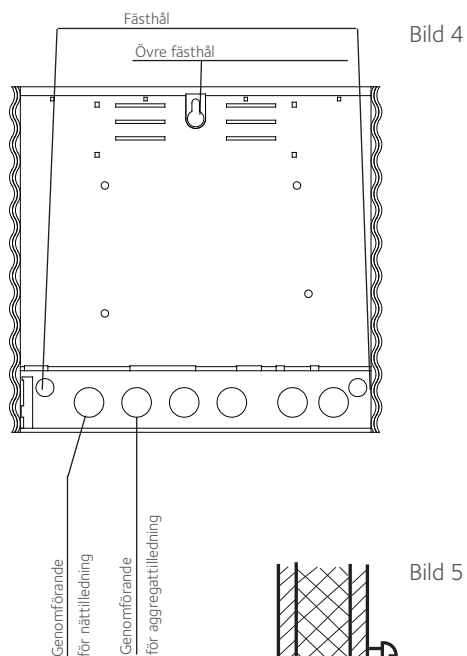

Bild 4
3. Häng in styrenheten i den 3 mm utstående skruven i det övre fästhålet. Sätt i de medlevererade gummibussningarna i öppningarna på husets bakvägg och led sedan anslutningskablarna genom dessa öppningar. Skruva fast husets underdel i de bägge undre borrhålen på bastuväggen (bild 4).